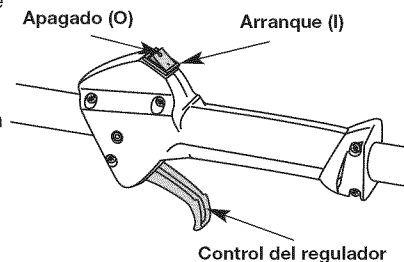

Fig. 9
**NOTA:** No hay necesidad de arrancar la unidad. El control de Encendido/ Apagado está en la posición ENCENDIDO (I) en todo momento (Fig. 9).
2. Coloque el control de encendido y apagado en posición de APAGADO (O) (Fig. 9).
- Coloque el control de encendido y apagado en posición de APAGADO (O) (Fig. 9).